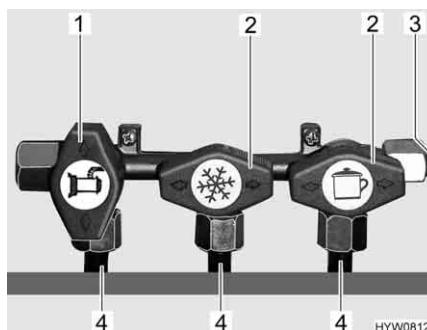

Fig. 58 Posizione dei rubinetti di arresto del gas (esempio)
- Posizionare il rubinetto di arresto del gas dell'apparecchio a gas corrispondente parallelamente (Fig. 58,1) alla tubatura (Fig. 58,4) che alimenta l'apparecchio a gas.
- Posizionare il rubinetto di arresto del gas dell'apparecchio a gas corrispondente trasversalmente (Fig. 58,2) alla tubatura (Fig. 58,4) che alimenta l'apparecchio a gas.